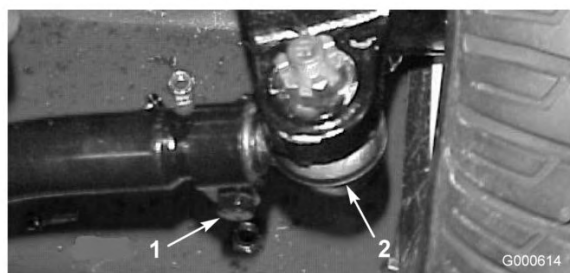

Figura 50
2. Per regolare, togliete la coppiglia e il dado da uno dei giunti a sfera del tirante (Figura 50). Togliete il giunto a sfera del tirante dal supporto della scatola del ponte.
3. Allentate i fermi su entrambe le estremità dei tiranti (Figura 50).
4. Girate di un (1) giro completo, verso l'interno o l'esterno, il giunto a sfera rimosso. Serrate la ghiera dal lato allentato del tirante.
5. Girate l'intero gruppo del tirante nello stesso verso (interno o esterno), di un (1) giro completo. Serrate la ghiera dal lato collegato del tirante.